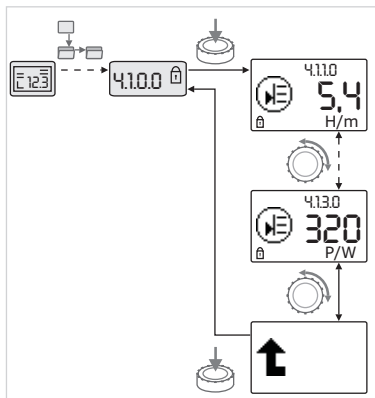

图 37 : 调用信息
- 旋转红色按键，控制当前子菜单的“信息”类菜单元素（请见图 37）。对于用图标代表的设置的说明请参见章节 8.7“基准菜单元素”第 27 页中的表格。